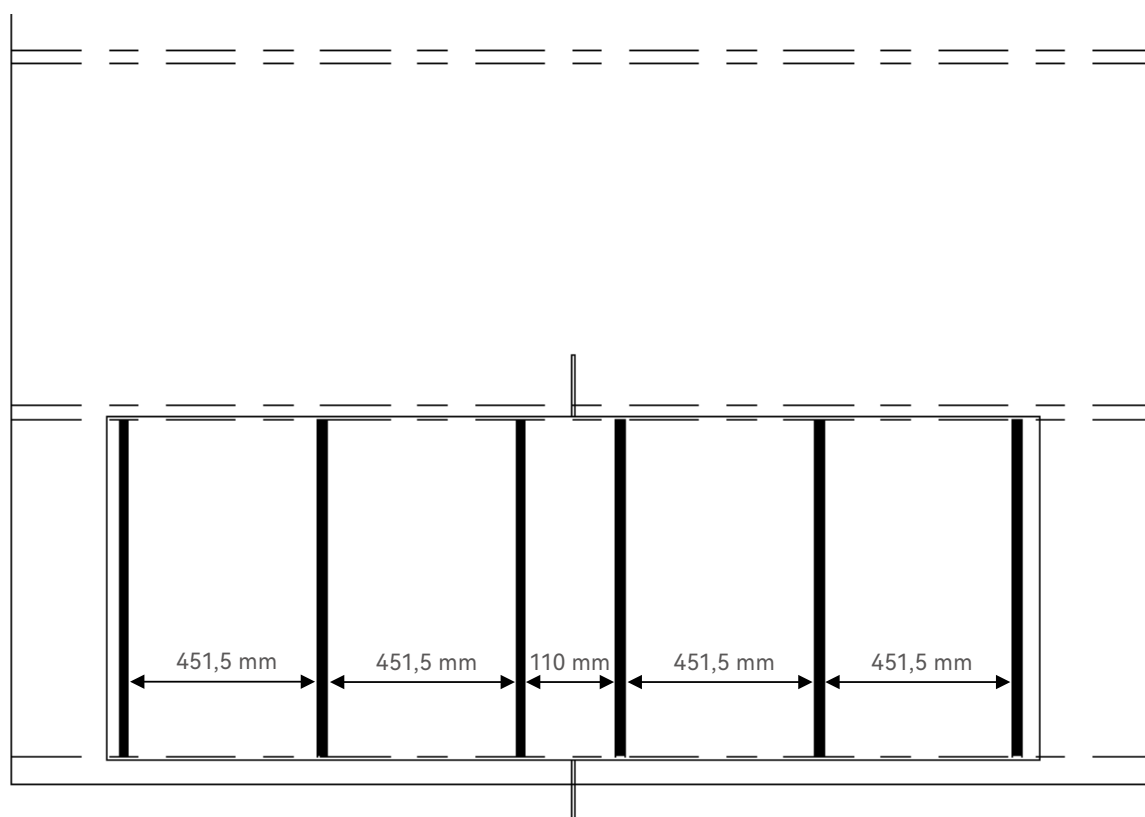

Figura 9
① Os produtos Galaxy Plus são apoiados no teto plano por tubos de suporte, usando adesivo estrutural que precisa atender aos requisitos de resistência do adesivo e passar por testes de confiabilidade. Os tubos de suporte são colados em ambos os lados, respectivamente na base do teto plano e na parte traseira do produto. O espaçamento é o seguinte (conforme mostrado na Figura 9) A distância entre duas tiras de adesivo estrutural não deve ser maior do que 500 mm.